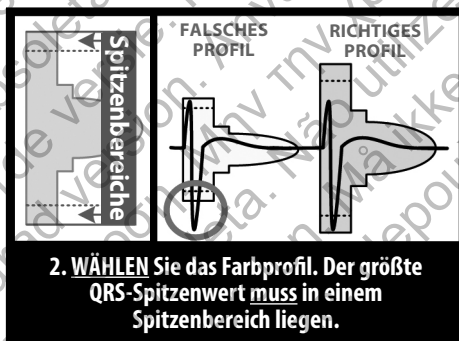

Abbildung 3: Auswählen des Farbprofils
1. **Wählen Sie** das Farbprofil des Screening-Tools für Patienten aus, das der Amplitude des QRS am ehesten entspricht (*Abbildung 3*). Für biphasische Signale sollte der größere Spitzenwert zur Ermittlung des entsprechenden Farbprofils verwendet werden. Der QRS-Spitzenwert muss sich im Fenster befinden, das durch die gepunktete Linie und den Spitzenwert des Farbprofils begrenzt wird.